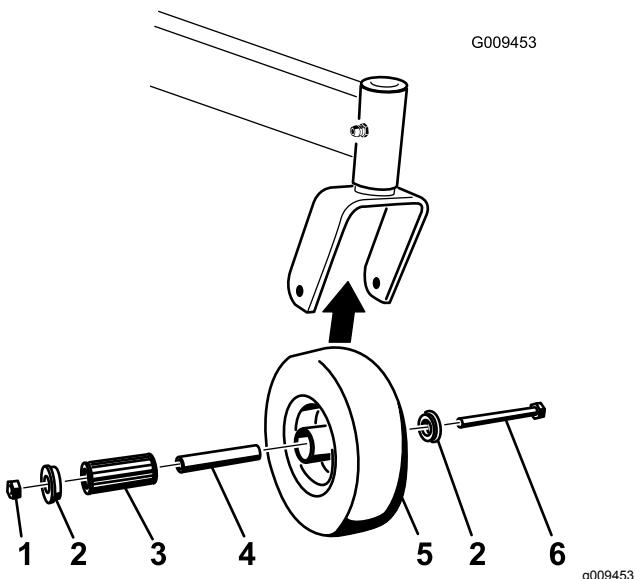

Figura 60
1. Togliete il dado di bloccaggio e il bullone della ruota che sostiene la ruota orientabile sulla forcella orientabile (Figura 60).
2. Togliete una boccola, quindi estraete la boccola chiave e il cuscinetto a rulli dal mozzo della ruota (**Figura 60**).
3. Togliete l'altra boccola dal mozzo della ruota e pulite via l'eventuale grasso o sporcizia presenti sul mozzo della ruota (**Figura 60**).
- Nota:** Sostituite eventuali parti danneggiate o usurate (**Figura 60**).
5. Posizionate una boccola nel mozzo della ruota (**Figura 60**).
6. Lubrificate il cuscinetto a rulli e il cuscinetto chiave e fateli scorrere nel mozzo della ruota (**Figura 60**).
7. Posizionate la seconda boccola nel mozzo della ruota (**Figura 60**).
8. Montate la ruota orientabile nella forcella orientabile e fissatela con il bullone della ruota e il dado di bloccaggio (**Figura 60**).
9. Serrate il dado di bloccaggio finché la boccola chiave tocca in fondo l'interno delle forcelle orientabili (**Figura 60**).